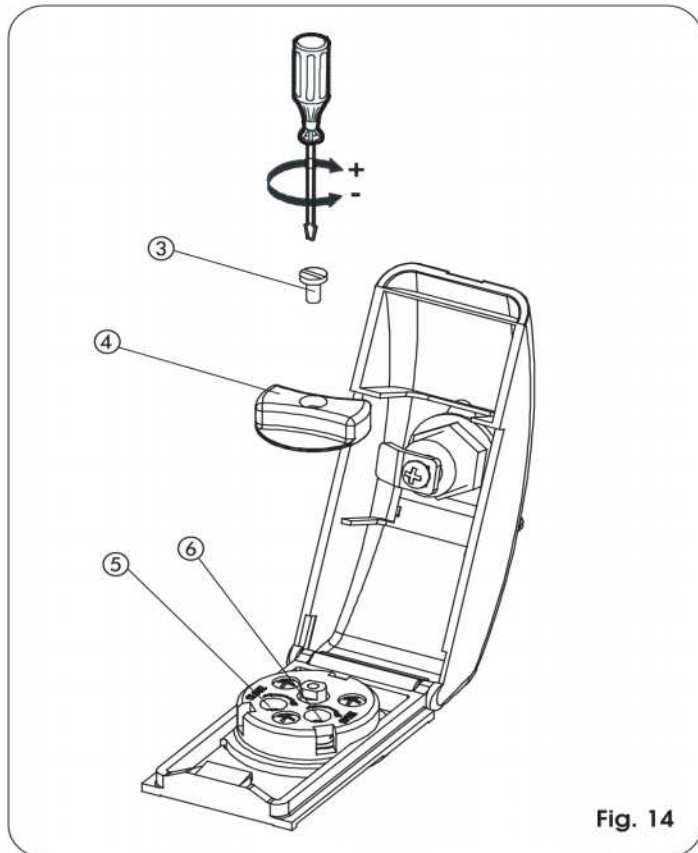

Fig. 14
- Levante la cubierta (Fig. 14).
- Destornille el tornillo (Fig. 14, ref. ③) que fija la manivela y extraiga la manivela (Fig. 14, ref. ④).
- Regule mediante los tornillos de reglaje de la fuerza (By Pass) (Fig. 14, ref. ⑤ y ⑥) presentes en el operador.
- Finalizada la regulación, coloque de nuevo la manivela (Fig. 14, ref. ④) y atornille de nuevo el tornillo (Fig. 14, ref. ③).